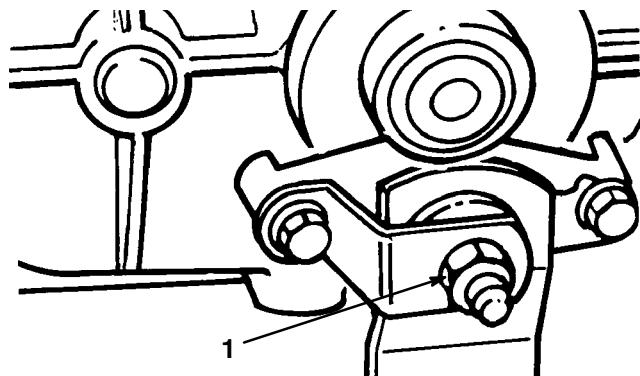

Figure 14
Réglez les rondelles de frein si le frein de stationnement ne reste pas serré ou si la force de freinage est insuffisante quand la pédale de frein est enfoncée. Le frein se trouve du côté gauche de la boîte-pont (Fig. 14).
3. Vissez le contre-écrou de 1/4 de tour vers la droite environ (Fig. 14).